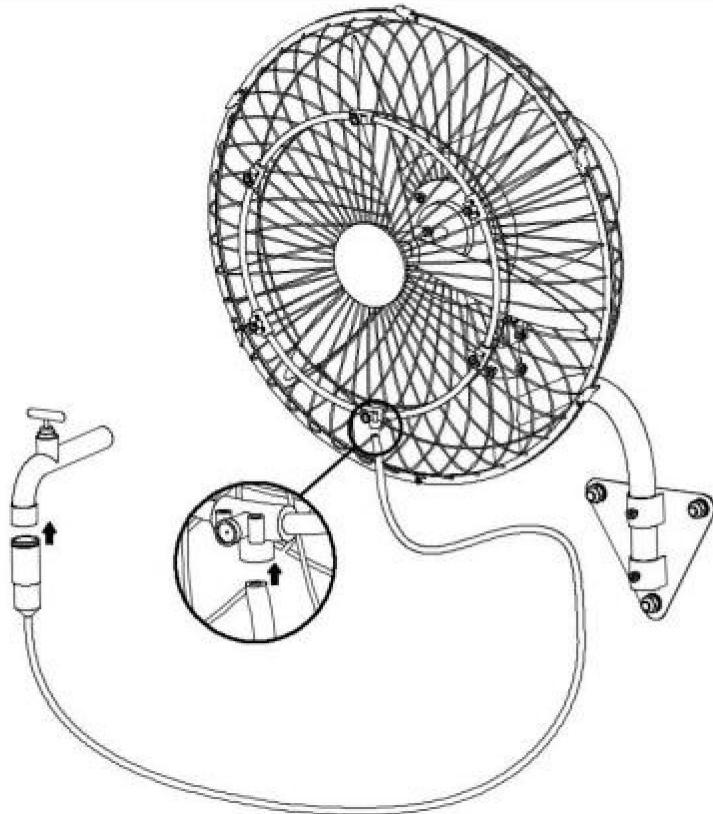

Fig.11.
- 2). Collegare il tubo dell'acqua rispettivamente al rubinetto e all'ugello di spruzzatura e serrare il rubinetto. Vedere (Fig.11.) Fatto!